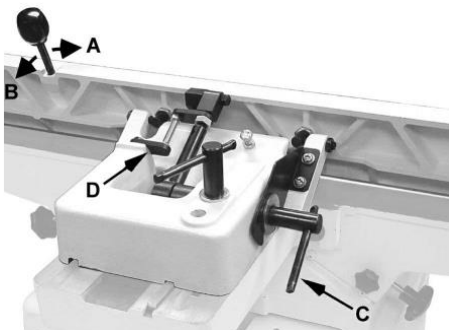

Рис. 19
1. Ослабьте фиксатор (С, Рис. 19).
2. Переместите рычаг вперед (А, Рис. 19) до желаемого угла до 45°.
3. Затяните фиксатор (С, Рис. 19).
2. Ослабьте фиксатор (С, Рис. 19).
3. Откиньте стопорный блок 90° (D, Рис. 19) в сторону.
4. Переместите рычаг (В, рис.19) назад на желаемый угол до 135°. Можно также поместить свою скошенную деталь-шаблон на стол и на упор, отрегулировав упор таким образом, чтобы угол упора сравнялся с фаской детали-шаблона.
5. Затяните фиксатор (С, Рис. 19).
Важно: Когда операция, требующая определенного наклона, завершена, и упор возвращен на угол 90°, не забудьте перевернуть стопорный блок 90° (D, рис. 19) обратно в стандартное положение.